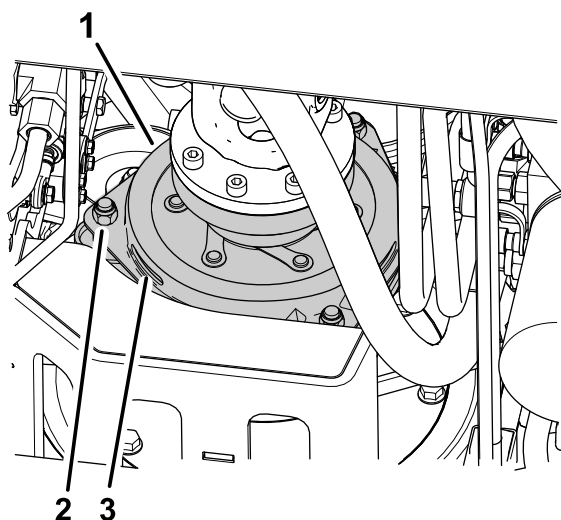

図 75
3. クラッチのライニングと摩擦プレートとの間のギャップを 0.3 mm のすきまゲージが軽い抵抗で通れるように調整する 図 75。
**注** 調整ナットを右に回すと隙間が小さくなります 図 75。整備時の隙間の最大値は 0.6 mm です。3ヶ所すべてのすき間を 0.4 mm (0.012") に調整してください。